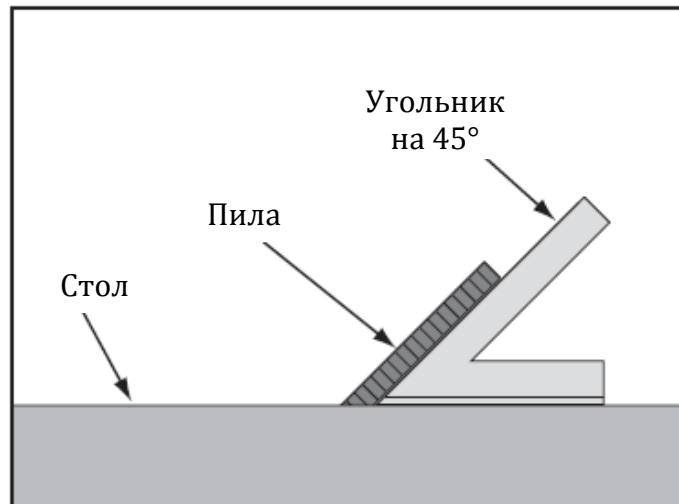

Рис. 65. Проверка наклона пилы на 45°
3. Поставить угольник на 45° к столу и пиле, так чтобы он соприкасался с пилой равномерно снизу до верху, как показано на рис. 65. Проверить, чтобы зубья пилы не препятствовали установке угольника.
6. Поставить угольник на 45° к пиле, как показано на рис. 65, затем производить регулировку пилы до тех пор, пока она не будет расположена под углом 45° столу.